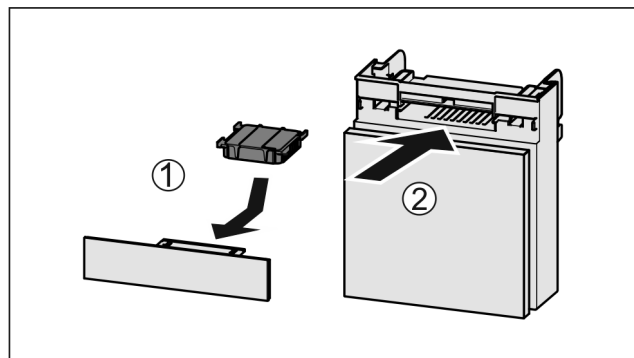

Fig. 104
- ▶ Вставити фільтр з активованого вугілля за малюнком Fig. 104 (1).
- ▶ Вставити відділення Fig. 104 (2).